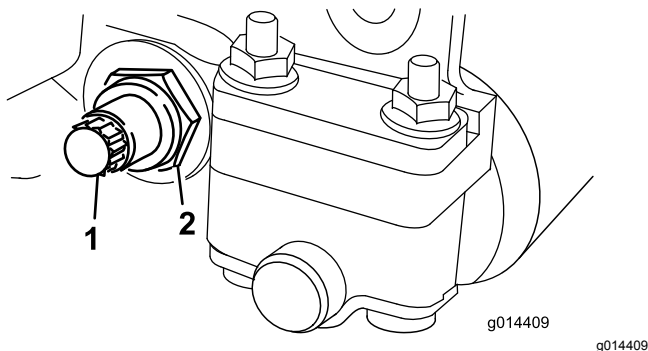

図 19
3. ベッドバーボルト 図 19 を固定しているロックナットを機体両側をゆるめる。
4. 各ベッドバーボルトを抜いてベッドバーを下に引き抜いて外す 図 19。